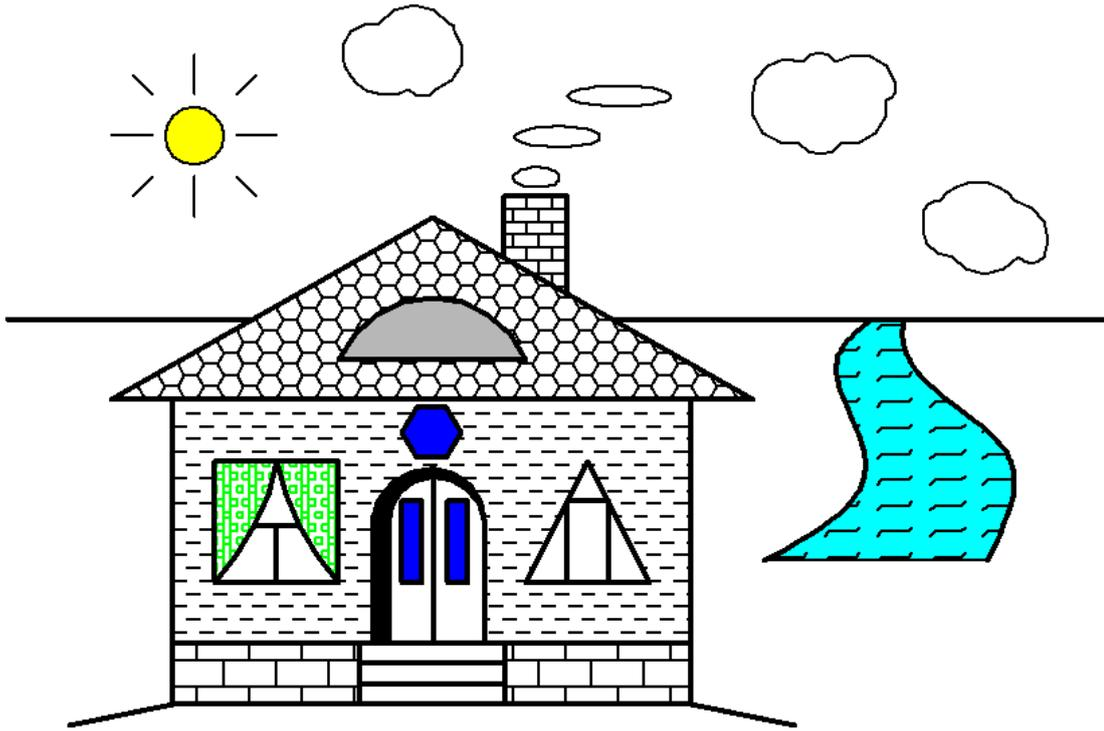

Рис. 1.3. Домик на чертеже
**Рисование и штрихование домика.** Перейдите на вкладку чертежа **Модель** и на слое **КОНТУР** нарисуйте прямоугольник размером 400×280 мм, затем в нем – домик по образцу на рис. 1.3, используя инструменты создания *отрезка, полилинии, дуг, многоугольника, круга, эллипса, сплайна и облака* (панель **Рисование** вкладки **Главная**).